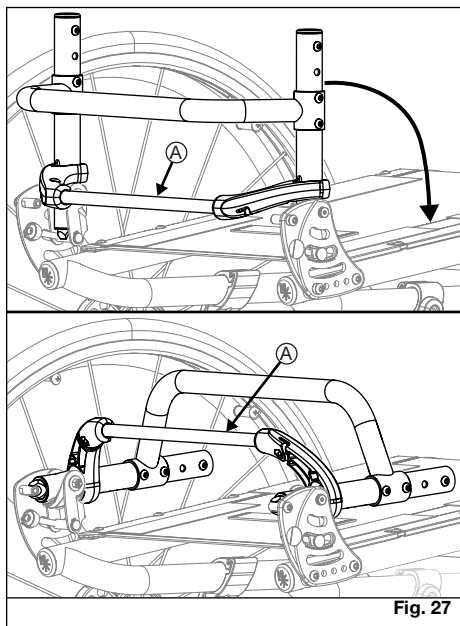

Fig. 27
1. Løft utløserstaget for ryggen (fig. 27:A) som ligger bak bakrammen, for å løse ut låsen og fold ryggen ned mot seterammen.
men (fig. 27). For å låse den på plass igjen, trekk utløserstaket for ryggen utover og ryggen vil løsne og kan nå skyves til opprett stilling. Ryggstøtten låses automatisk inn i bakplate.
ADVARSEL: Ikke løft rullestolen etter utløserstaket (fig. 27:A, 28:A). Å løfte rullestolen etter utløserstaket kan føre til at deler svikter, noe som kan føre til et fall som fører til alvorlig personskade eller dødsfall.